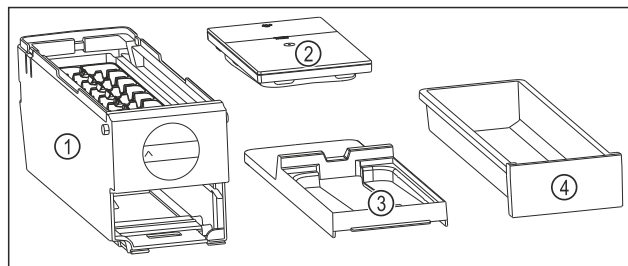

Fig. 214 Součásti EasyTwist-Ice
- EasyTwist-Ice je rozebrán na čtyři části. (viz Fig. 214)
- EasyTwist-Ice rozebírejte pouze na zobrazené součásti. (viz Fig. 214)
- Korpus EasyTwist-Ice Fig. 214 (1) vyčistěte jako celek.